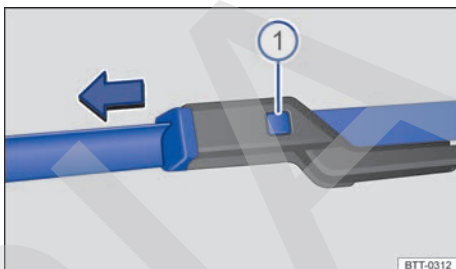

Fig. 187 Cambio de las escobillas limpiacristales del parabrisas.
- Mantenga presionada la tecla de desbloqueo → fig. 187 ① y tire al mismo tiempo de la escobilla en el sentido de la flecha.